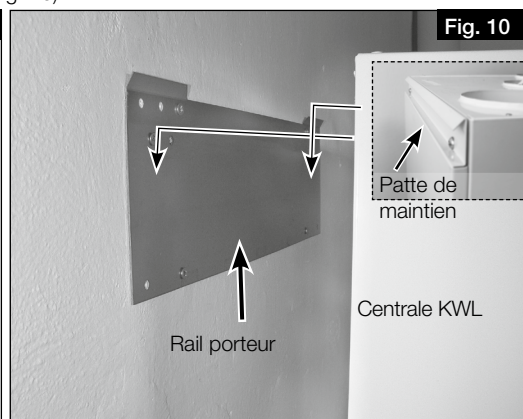

Fig. 10
3. Accrocher l'appareil dans son rail de fixation mural (voir Fig. 10).